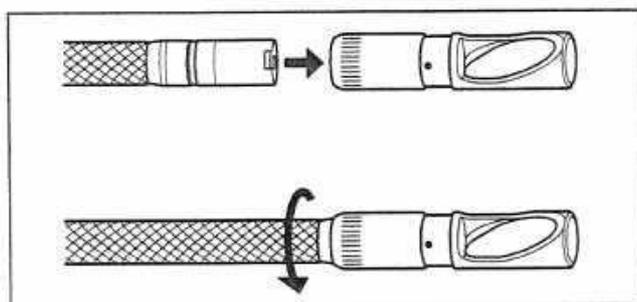

図 3.13
2. 側視ミラーアダプターをスコープ先端部にゆっくり差し込み側視ミラーアダプター内側のツメとスコープ先端の固定溝がかみ合う位置まで押し込みます。入らない場合は側視ミラーアダプターのミラー部が回転するように回し、確実にハマり込んでいることを確認してください。ナット第1ねじ部が接続ねじ部を通過するまで時計周りに回します（図 3.13 参照）。